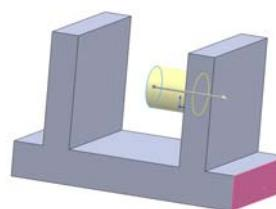

图 3-13 终止条件为“到指定面指定距离”及其预览效果
(6) 到指定面指定距离。从草图的基准面拉伸特征到距离某面特定距离处以生成特征，该面既可以是平面也可以是曲面。图 3-13 所示终止条件为“到指定面指定距离”时的属性管理器及其预览效果，指定面为图中的面 1。